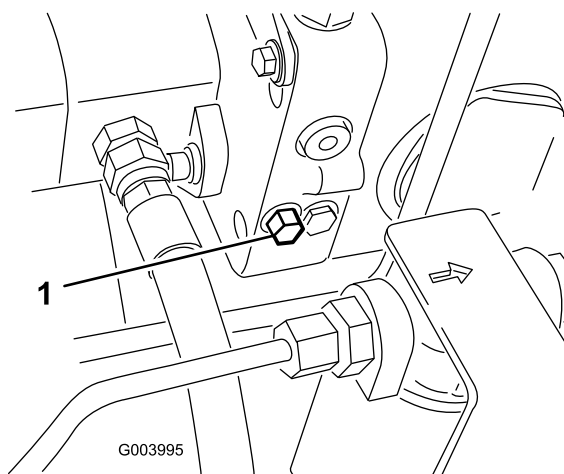

Figure 37
1. La vanne de dérivation est située du côté gauche de l'hydrostat (Figure 37). Tournez le boulon une fois et demie pour ouvrir la vanne et permettre la dérivation interne de l'huile. Il est alors possible de déplacer la machine lentement sans endommager la transmission.